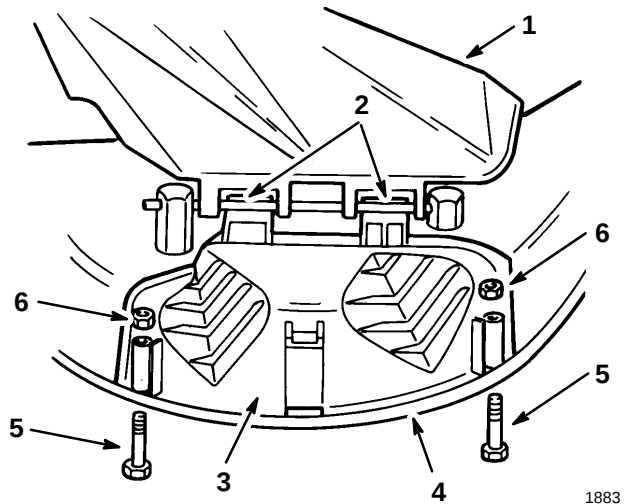

Figure 14
1. Soulever le déflecteur d'herbe et glisser les pattes d'accrochage de l'obturateur d'éjection sous la tige de pivotement du déflecteur d'herbe. Abaisser l'obturateur d'éjection jusqu'à sur le bord inférieur du carter de tondeuse pour fermer l'ouverture (Fig. 14).
2. Fixer l'obturateur d'éjection au bord inférieur du carter de tondeuse à l'aide des boulons et des écrous (Fig. 14).